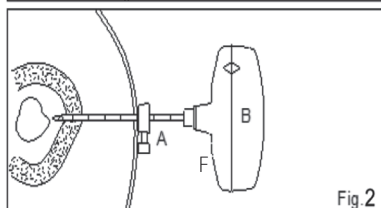

Fig. 2
FIG. 2 Mueva el indicador de profundidad hacia adelante hasta que entre en contacto con la piel, después retírelo la profundidad deseada y apriete, mediante el uso de los marcadores de centímetro en la cánula de corte (A) para proporcionar una guía visual. Con giros cuidadosos pero firmes, gire la cánula de corte, el estilete y el mango (A+B+F) en sentido horario hasta que el indicador de profundidad alcance la piel o se alcance la posición deseada.